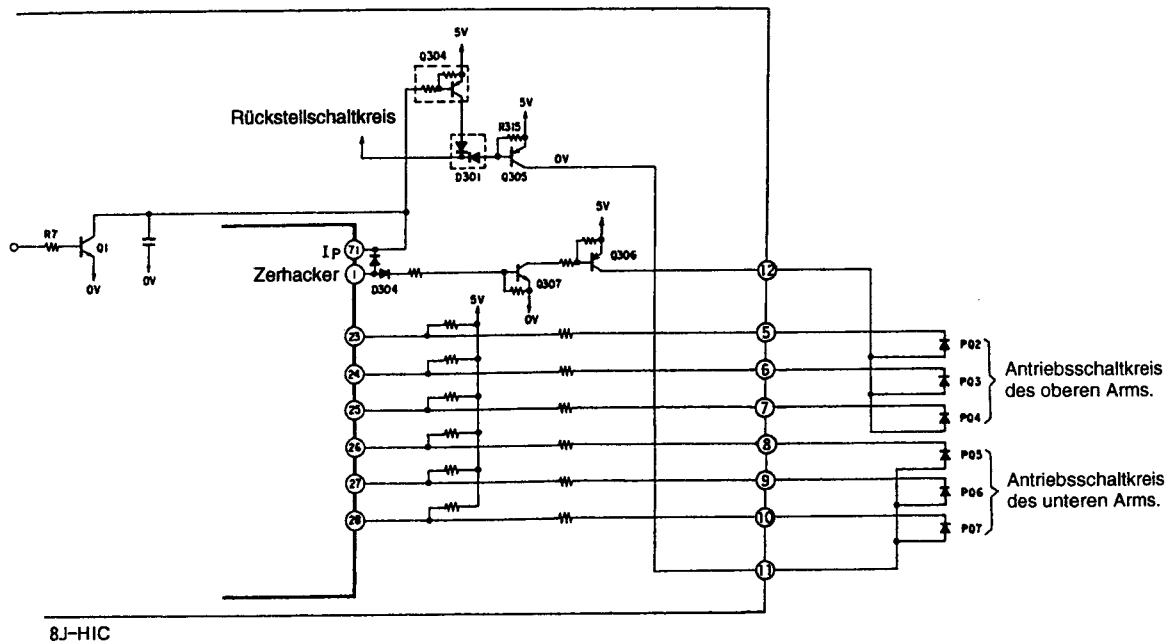

Abb. 9-1 Auslösesignal-Synthesierschaltkreis
- Abb. 9-1 zeigt den Auslösesignal-Synthesierschaltkreis. Dieser Schaltkreis verwendet die Treibersignale der Transistoren des oberen und unteren Arms, um das Zerhackersignal zu modulieren oder das Treibersignal zu stoppen, abhängig von dem Vorhandensein oder der Abwesenheit des Ip-Abschaltsignals und des Rückstellsignals.